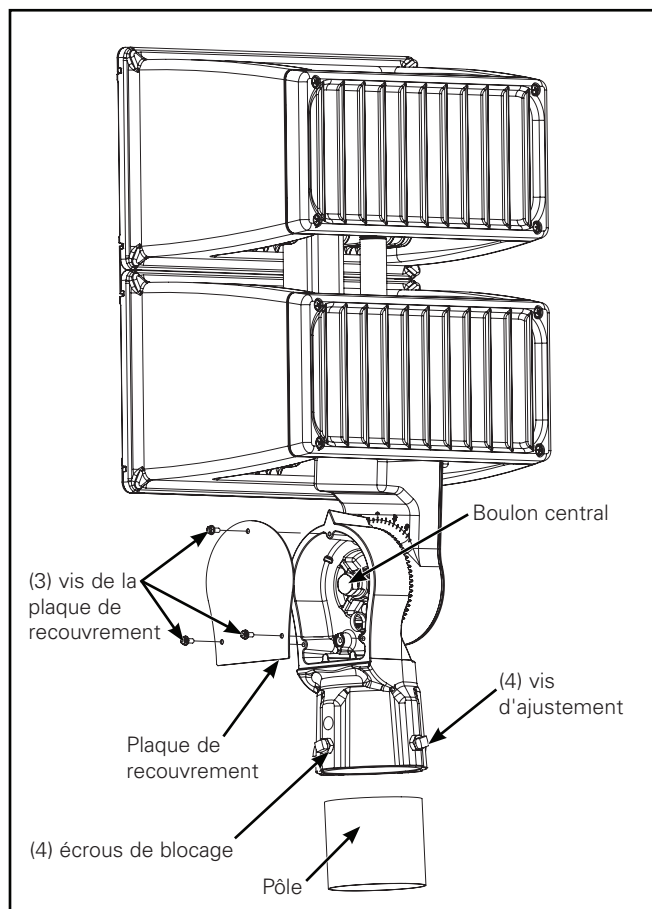

Figure 2
### Montage sur splitfitter (Figure 2).
2. Retirez (3) vis de plaque de recouvrement et la plaque de recouvrement avec un tournevis cruciforme n° 2. (Figure 2).
- Desserrez (4) vis d'ajustement et faites glisser le splitfitter à l'intérieur du pôle ou du support de montage.
- Fixez le luminaire dans la position souhaitée et serrez (4) vis d'ajustement à un couple de 13,6 Nm (10 pi-lb). (Figure 2.)
- Serrez les écrous de blocage à 20,3 Nm (15 pi-lb). (Figure 2.)